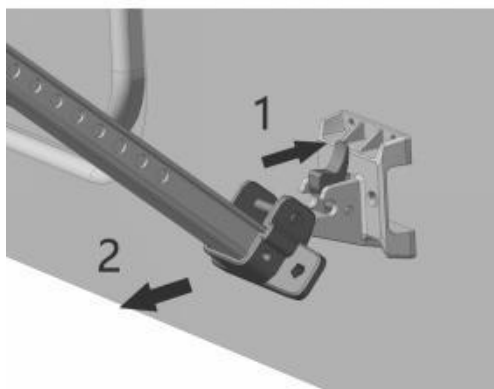

Figura D10
j. Sganciare il fermo della staffa di installazione inferiore e posizionarla verticalmente a terra. (Figura D10)